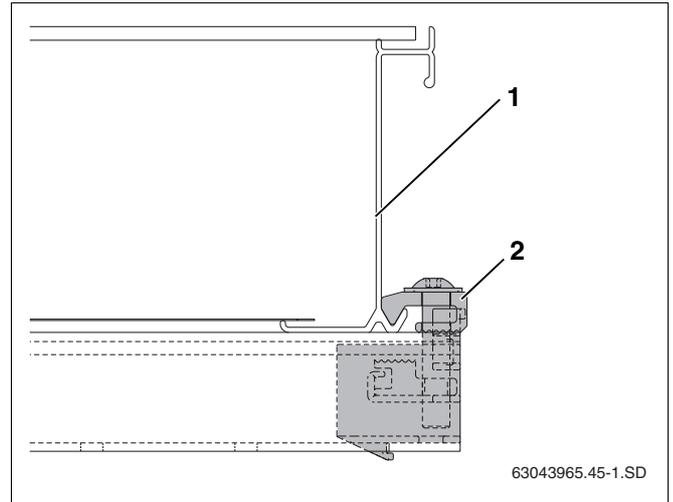

Fig. 47 Tendeur unilatéral vissé
- Glisser le capteur (fig. 47, **pos. 1**) avec précaution dans le tendeur unilatéral et le positionner horizontalement.
- Visser le tendeur unilatéral avec la clé plate SW5 (fig. 47, **pos. 2**).
Le serre-flanc (fig. 47, **pos. 2**) du tendeur s'insère maintenant dans le bord inférieur du capteur.